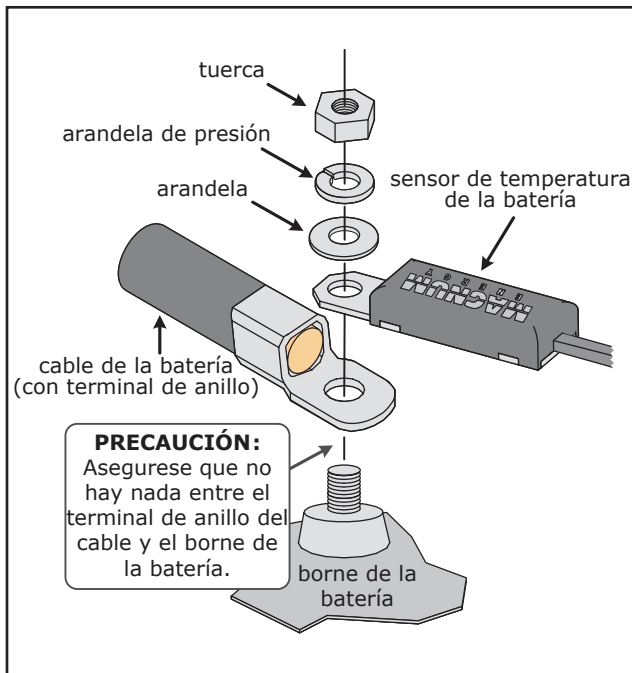

Ilustración 2-5, Instalación del herraje de la batería
1. Conecte el extremo del terminal del sensor de temperatura de la batería al terminal negativo del banco de baterías; consulte la Ilustración 2-5 para una conexión apropiada al terminal de la batería.